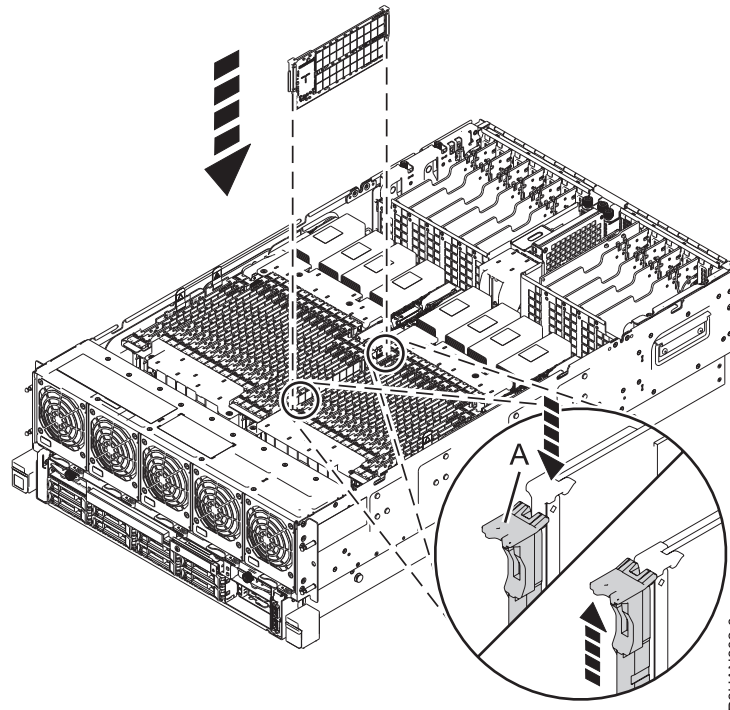

Abbildung 11. Speicher im System austauschen
- b. Drücken Sie den Speicher fest in den Steckplatz, bis die Verriegelungszunge (**A**) einrastet. Siehe Abb. 11 auf Seite 17.